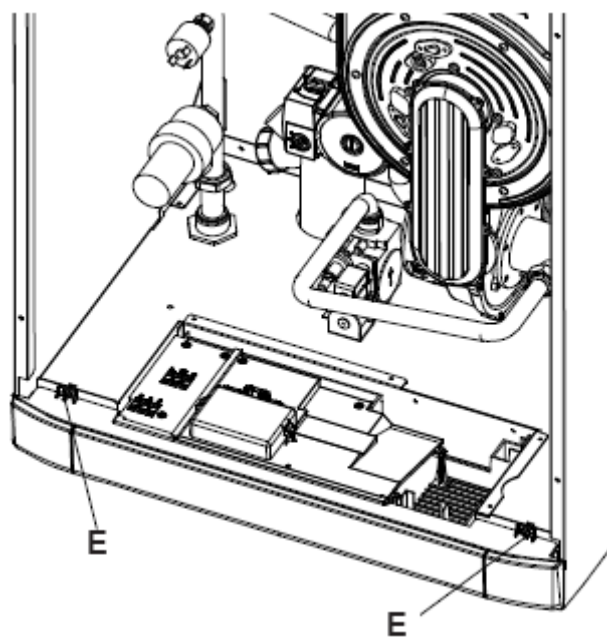
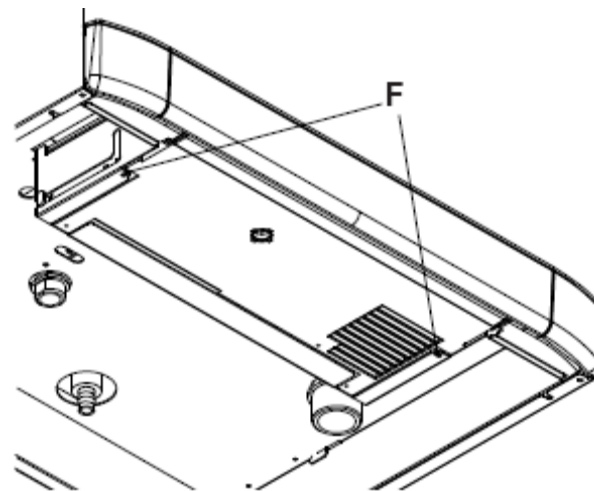

рис. 5.15
рис. 5.16
- открутите винты (E) см. рис. 5.15 и (F) см. рис. 5.16;